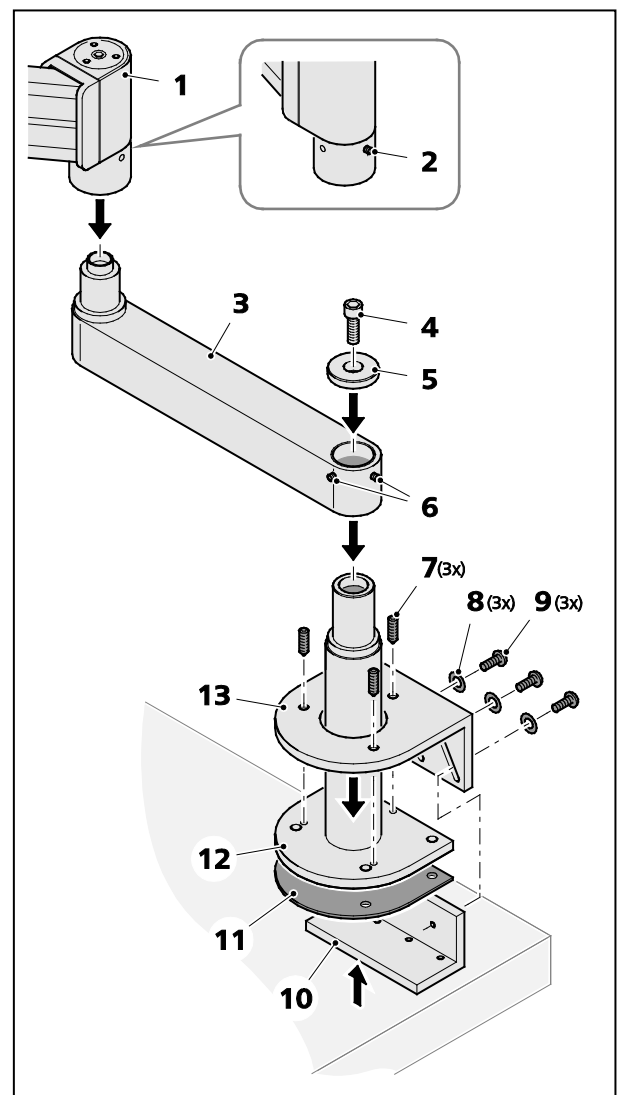
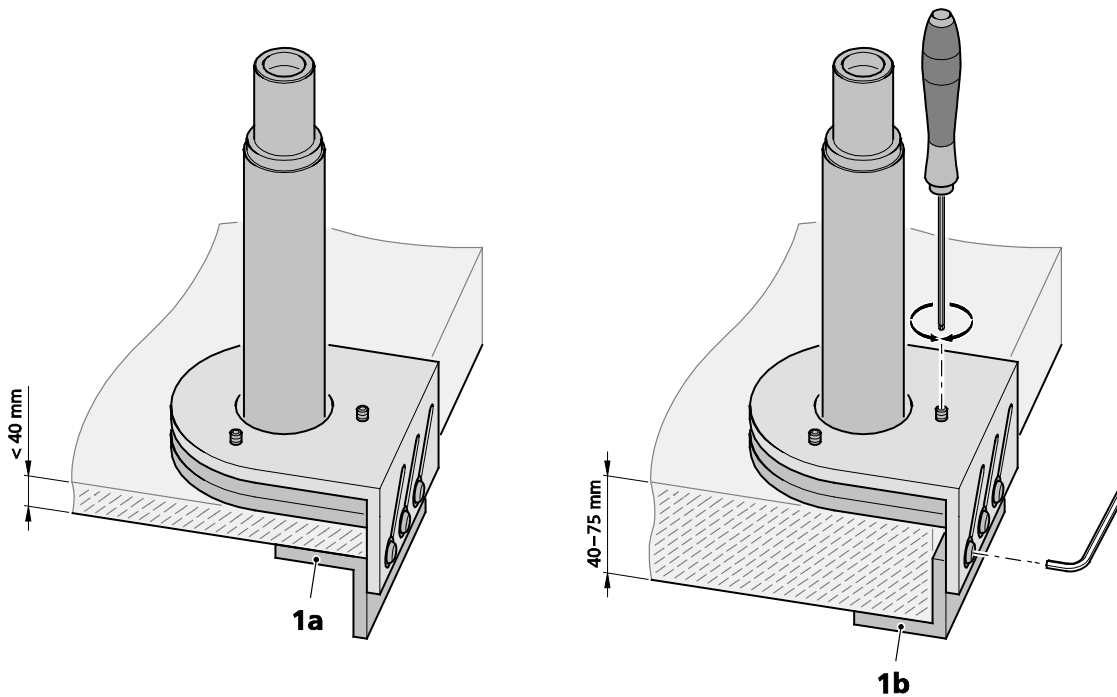

Bild 5 Tischbefestigung verspannen, Traverse und Federgelenkarm montieren
Bild 6 Einbaulage des Winkels in Abhängigkeit von der Dicke der Tischplatte
- Tischbefestigung (Bild 5/12) zusammen mit der selbstklebenden Schutzplatte (Bild 5/11) an gewünschter Stelle auf den Tisch (Tischkante) aufsetzen.
- Tischklemme (Bild 5/13) mit $\varnothing 70$ mm über Tischbefestigung führen und absetzen.
- Drei Zentrierschrauben M8 x 10 mm (Inbus SW 4 mm) (Bild 5/7) soweit in die Tischklemme eindrehen, bis die Senkungen auf der Tischbefestigung knapp fixiert werden.
- Winkel (Bild 5/10) zwischen Tischbefestigung und Tischklemme am Tisch anlegen ohne die Zentrierschrauben (Bild 5/7) aus den Senkungen zu heben.
Die Lage des Winkels (Bild 5/10) ist in Abhängigkeit von der Dicke der Tischplatte zu wählen, siehe dazu Bild 6. Die Langlöcher in der Tischklemme (Bild 5/13) gewährleisten dann die Verwendung der Tischbefestigung an Tischplatten bis 75 mm Dicke.
- Mit drei Linsenkopfschrauben M6 x 15 mm (Inbus SW 4 mm) (Bild 5/9) und Unterlegscheiben (Bild 5/8) die Tischklemme mit dem Winkel fest verschrauben.
- Die drei Zentrierschrauben (Bild 5/7) in der Tischklemme (Bild 5/13) soweit eindrehen, dass die Tischbefestigung (Bild 5/10) fest verspannt wird, siehe auch Bild 6.
Bei Benutzung der Traverse wird durch die zwei verfügbaren Drehgelenke der Schwenkbereich des Stativs vergrößert und das Objekt kann vorteilhafter abgefahren werden. Zusätzlich können über die Klemmschrauben an der Traverse (Bild 5/6) und am Federgelenkarm (Bild 5/2) die Drehgelenke in ihrer Beweglichkeit (Gängigkeit) nach Bedarf eingestellt oder auch geklemmt werden.
- Falls die Traverse (Bild 5/3) verwendet wird, diese analog zu Abschnitt 3.1 unter Verwendung von Sicherungsscheibe (Bild 5/5) und Schraube (Bild 5/4) auf der Tischbefestigung (Bild 5/12) montieren.
- Klemmschrauben (Bild 5/6) nach Bedarf festziehen.
- Anschließend die Klemmschraube (Bild 5/2) des Federgelenkarms ggf. etwas herausdrehen (Inbus SW 3 mm).
- Federgelenkarm (Bild 5/1) auf den Drehzapfen der Traverse (Bild 5/3) (bzw. der Tischbefestigung) aufstecken.
- Klemmschraube (Bild 5/2) nach Bedarf festziehen. Je fester die Klemmschraube angezogen wird, umso mehr wird die Beweglichkeit (Gängigkeit) des Drehgelenkes (bis hin zur Klemmung) gehemmt.